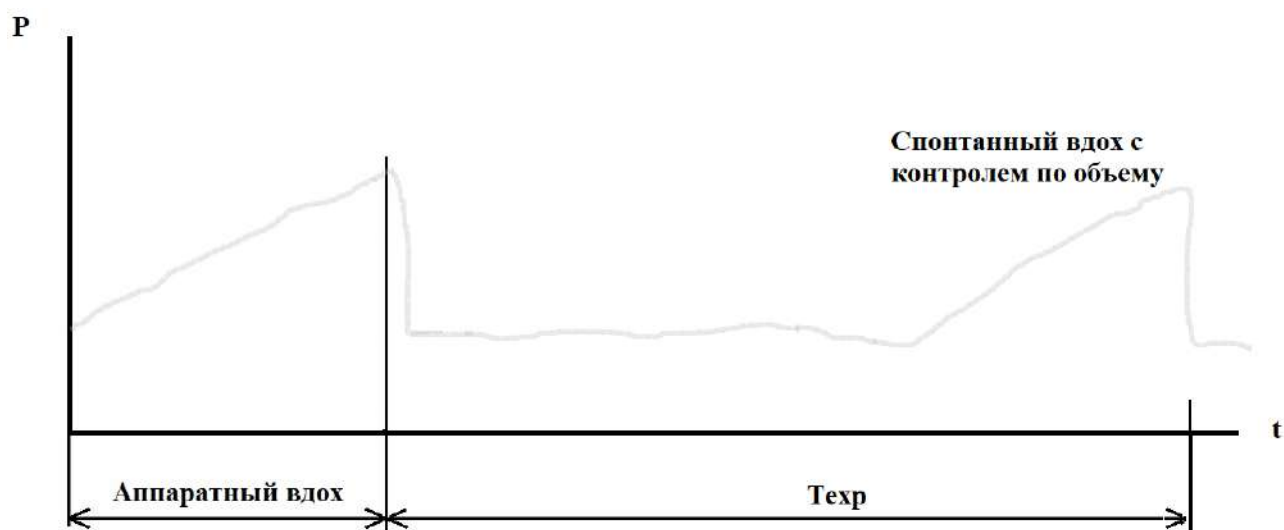

Рисунок 1 Пр. 1.3 – Схема работы режима SIMV/VC при установке SpontWnd 0 %
– При установке значения **SpontWnd 0 %** при попытке вдоха пациента аппарат поддержит вдох по правилам режима SIMV/VC, т.е. с контролем по объему вдоха (рисунок 1 Пр. 1.3).